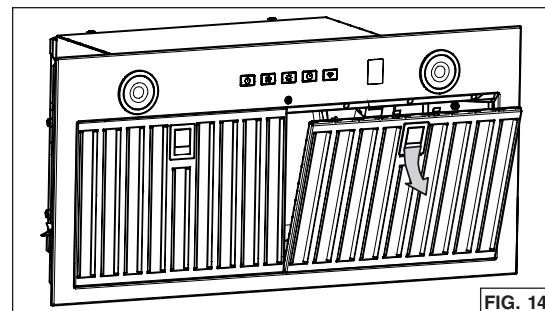

FIG. 14
2. Use la pestaña para retirar de la campana los filtros deflector híbridos empujando hacia abajo e inclinando los filtros hacia fuera (FIG. 14). Poner los filtros a un lado.